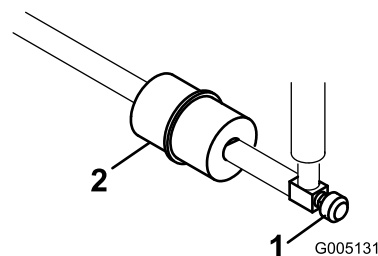

Figure 35
El filtro de combustible en línea se encuentra en el tubo de combustible, entre el depósito de combustible y el carburador (Figure 35).
- Cierre la válvula de cierre del combustible (Figure 35).
- Coloque un recipiente debajo del filtro, afloje la abrazadera en el lado del carburador del filtro y retire el tubo de combustible (Figure 35).
- Afloje la otra abrazadera y retire el filtro (Figure 35).